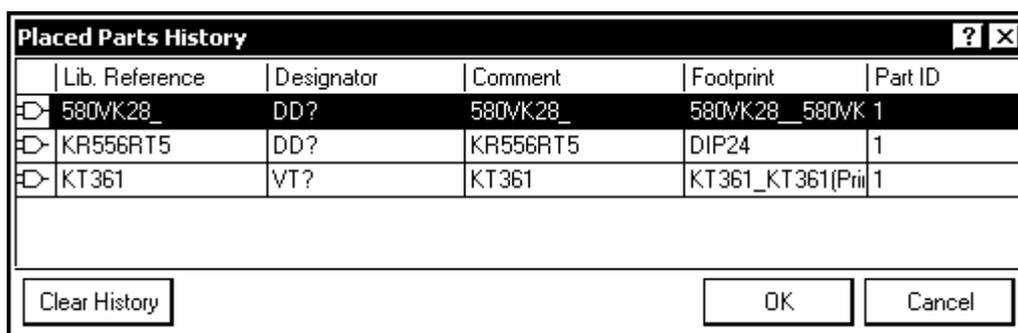

Рис. 5.2
4. Кнопкой History активизируется диалоговое окно Placed Parts History (рис. 5.2) – со списком ранее вызывавшихся компонентов. Указанием компонента в списке можно вызвать его повторную установку в схему.